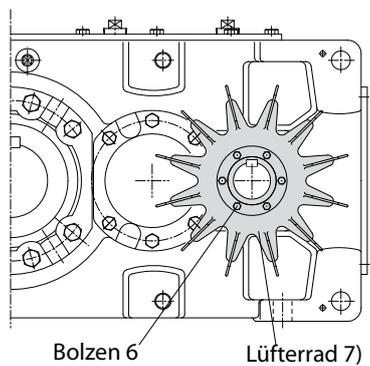

Abb. 6
3. Bolzen 6) ausschrauben und Lüfterrad 7) entfernen (Abb. 6).